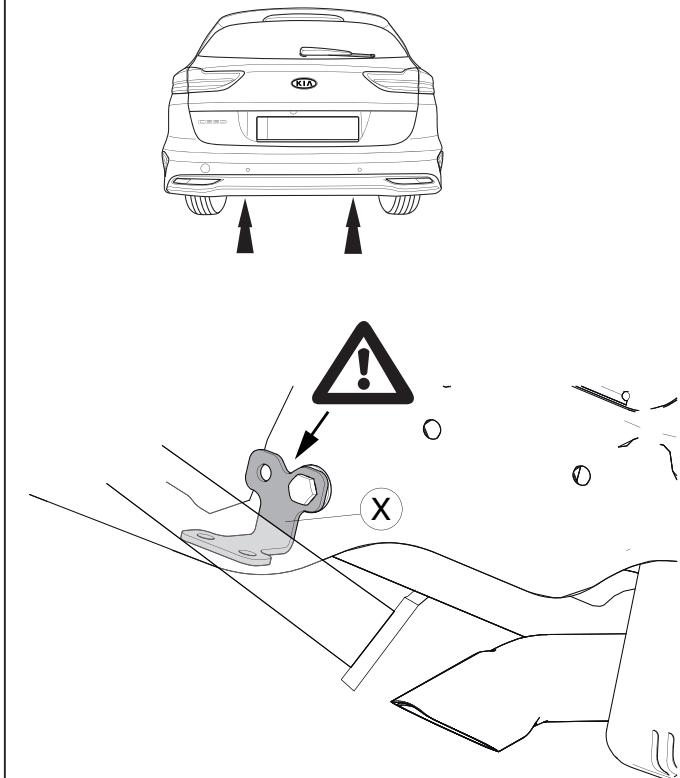

Fig.3
- Установить кронштейны бампера. См. рисунок 3.